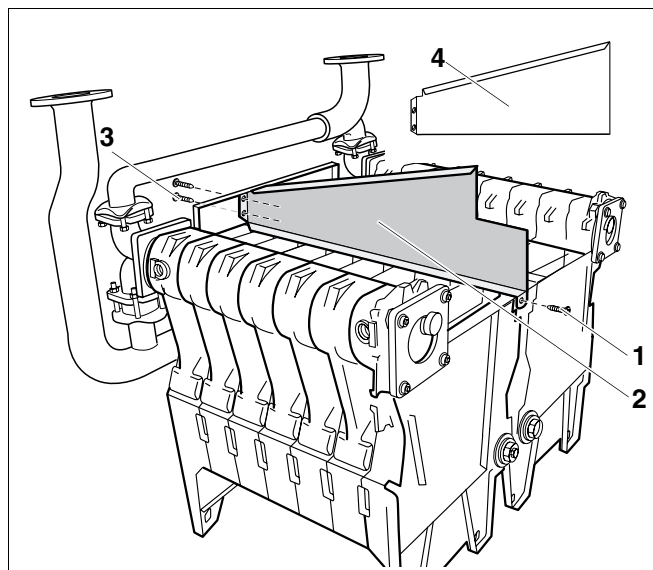

Рис. 36 Установка перегородки
Перегородка котла 141 кВт (рис. 36, поз. 4) не имеет выреза.
- Установить перегородку (рис. 36, поз. 2) и слегка закрепить к передней стенке двумя винтами с плоской головкой 3,9 x 9,5 (рис. 36, поз. 3).
- Сзади слегка прикрепить перегородку (рис. 36, поз. 2) винтом с плоской головкой (рис. 36, поз. 1) к средней части.
- Крепко затянуть все винты на перегородке (рис. 36, стр. 36).